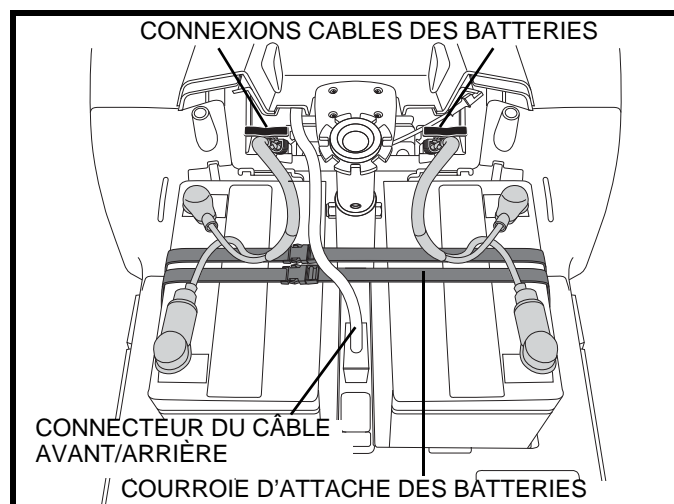

Figure 20. Connecteurs de câbles
5. Dérivez les deux batteries en tirant sur les connecteurs pour les retirer de leurs réceptacles. **Voir la figure 20.**